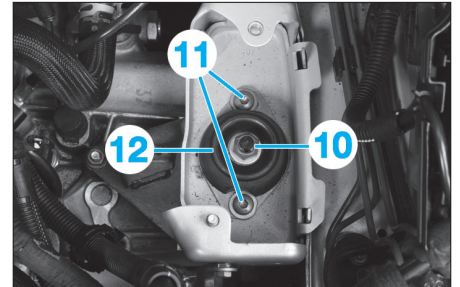

Fig. 7
- l'écrou (10) (Fig.7),
- les vis (11),
- la cale élastique (12).